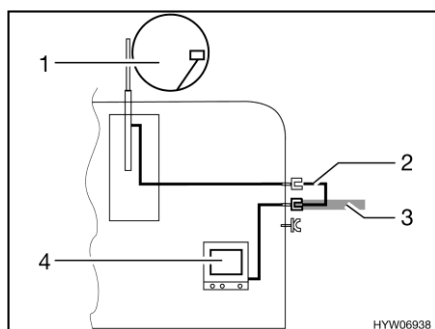

Fig. 147 TV dans le véhicule
- TV dans le véhicule (Fig. 147,4) : Raccord à l'antenne sur le toit (Fig. 147,1) avec câble d'alimentation (Fig. 147,2)
- TV dans le véhicule (Fig. 147,4) : Raccord à l'antenne extérieure (Fig. 147,3)